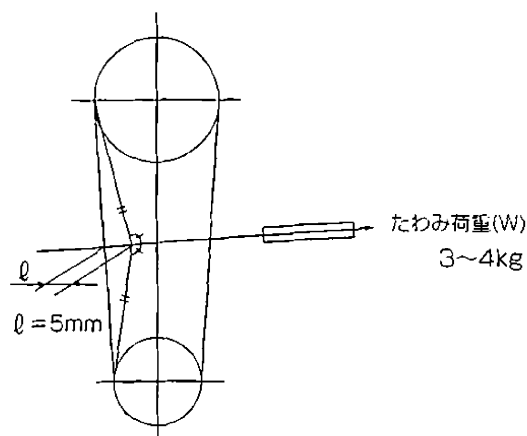

図2
2. Vベルトの1本当たりの張力は適正たわみ量($\ell = 5\text{mm}$)の時のたわみ荷重(W)が図2の値になるようにセットしてください。
3. ベルトがプーリーになじんだ後、(運転後24～28時間以後)図2の適正張りに調整することをお奨めします。また、新しいベルトの場合は、たわみ荷重(W)の最大値の約1.3倍程度に調整するようにしてください。